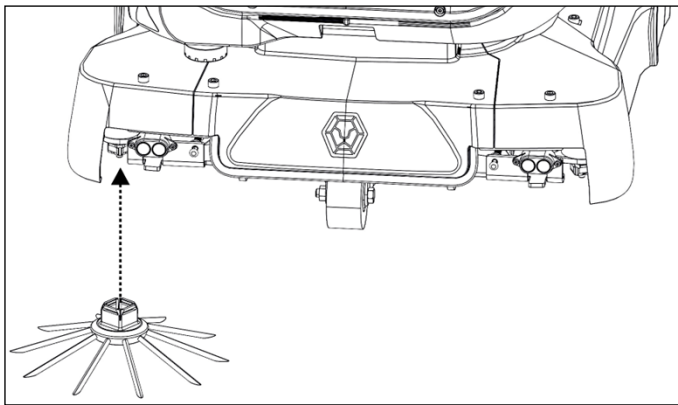

Abbildung 10
2. Montieren Sie die Bürste (Abb. 10). Sie können ein Klicken hören, wenn die Bürste erfolgreich installiert wurde.